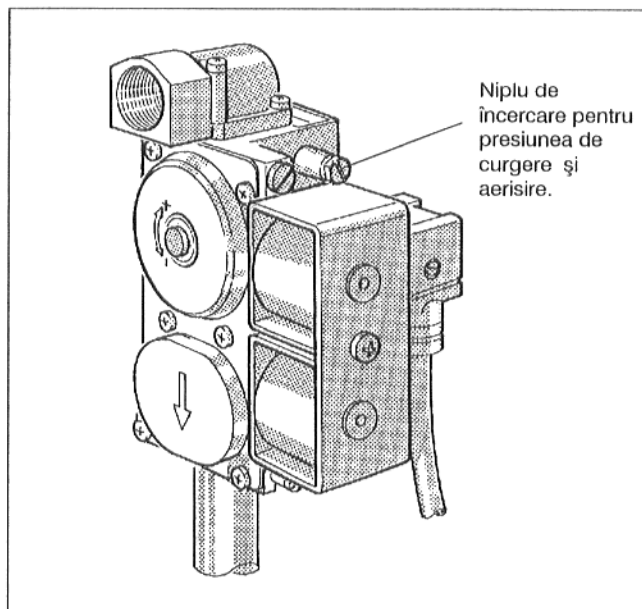
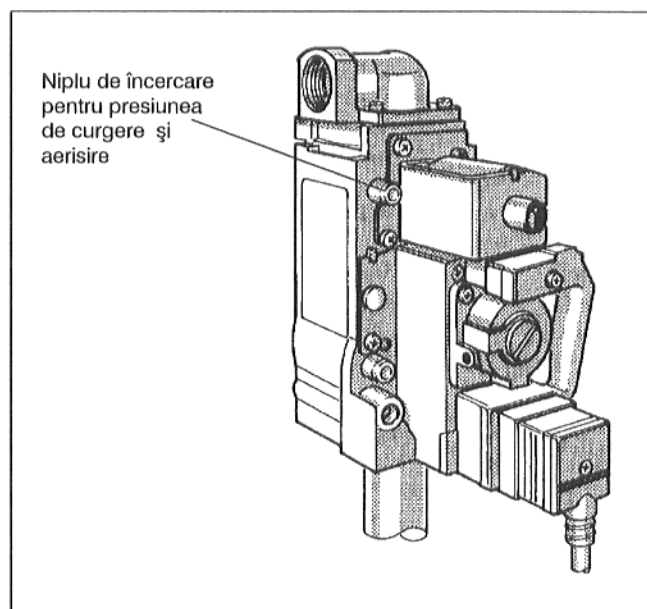

Fig. 31: Armătura arzătorului de gaz "SIT" 830 Tandem
Fig. 33: Armătura arzătorului de gaz "Honeywell" VR 4601
- Deșurubați cu două rotiri șurubul de închidere a niplului de încercare pentru presiunea de curgere de pe armătura arzătorului de gaz (Fig. 31 până la Fig. 33); La "SIT" 830 Tandem se îndepărtează șurubul de închidere.